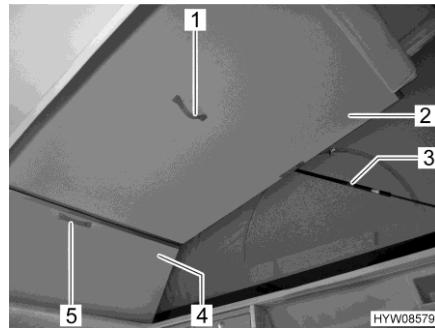

Fig. 29 Superficie utile (ribaltabile)
- Spingere verso l'alto la parte anteriore della superficie utile (Fig. 29,2) dalla maniglia (Fig. 29,1).
- Spingere verso l'alto la parte posteriore della superficie utile (Fig. 29,4) dalla maniglia (Fig. 29,5). La superficie utile viene mantenuta nella posizione superiore da molle a gas (Fig. 29,3).
- Se la superficie utile ribaltabile è ribaltata verso l'alto: Tirare verso il basso prima la parte posteriore della superficie utile (Fig. 29,4) dalla maniglia (Fig. 29,5), quindi tirare sempre verso il basso la parte anteriore della superficie utile (Fig. 29,2) dalla maniglia (Fig. 29,1).